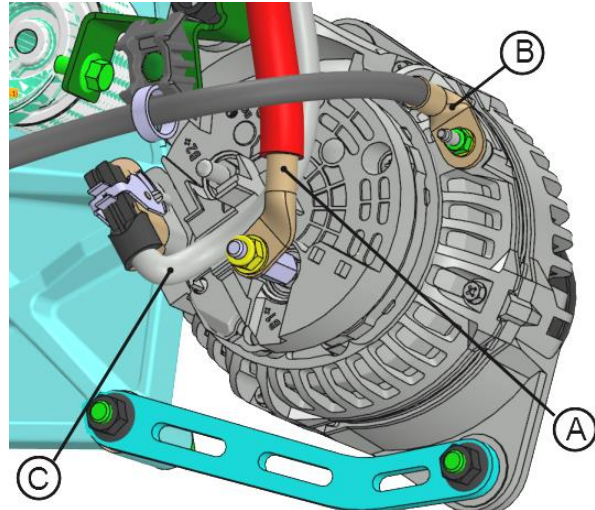

FIGURE 47
7. Connecter le câble de puissance (+) **A**, le câble de mise à la masse **B** et le câblage d'alternateur **C** à l'alternateur (FIGURE 47).